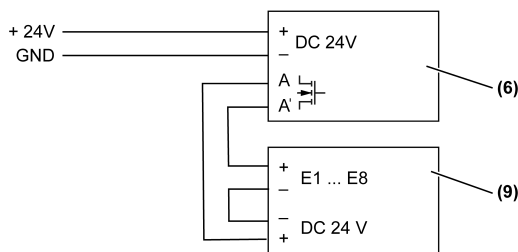

Imagen 7: Conexión a Entrada binaria 8 canales, 24 V
- (Imagen 7) (9) Entrada binaria 8 canales, 24 V, n° art.: 2128REG